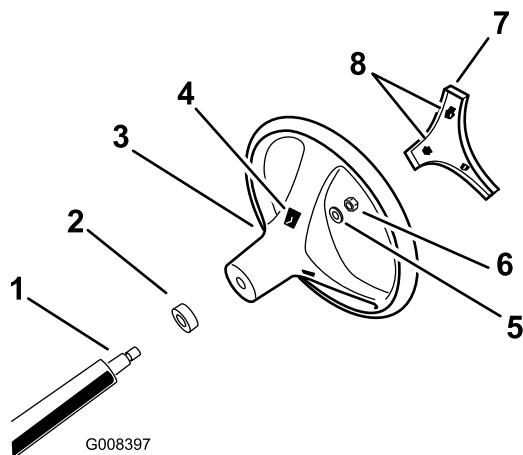

Figura 3
5. Fissate il volante sul piantone usando il dado (Figura 3).